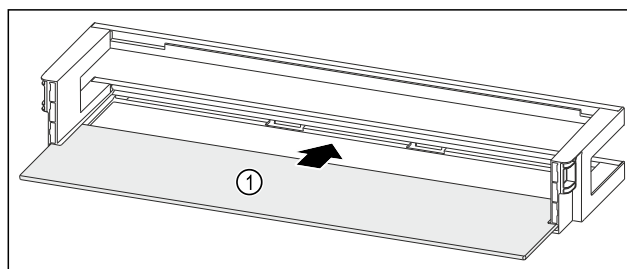

Fig. 148 Dveřní přihrádka s odkládací plochou
- Odkládací plochu Fig. 148 (1) zasuňte do bočních vybrání.